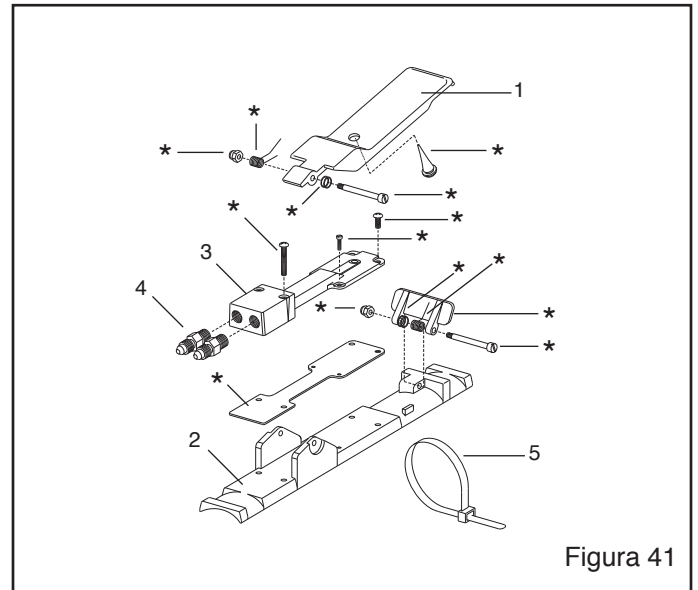

Figura 41
9.8 RLX Mango de Control Neumático con ACS, Figura 41